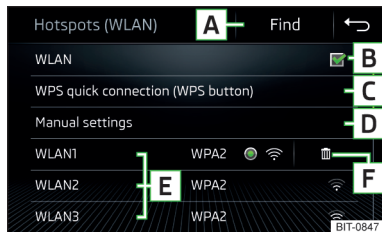

Fig. 150
Când funcția WLAN este activată, se afișează o listă a hotspot-urilor disponibile sau a celor cuplate mai înainte, cu următoarele informații și suprafețe de comandă funcții » **fig. 150**.
- ▶ Afișați lista hotspoturilor disponibile, eventual actualizați lista prin atingerea scurtă a suprafeței de comandă funcții **Căutare** - **A** » fig. 150.